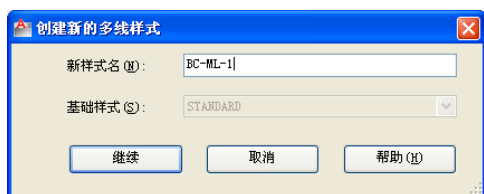

图 2-41 “创建新的多线样式”对话框
(3) 在“创建新的多线样式”对话框中输入新样式名为“BC-ML-1”，如图 2-41 所示，然后单击“继续”按钮。